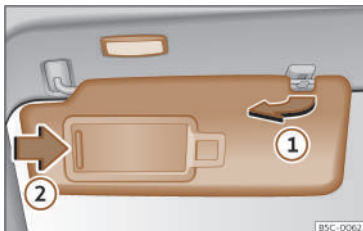

Fig. 95 Aletta parasole.
- L'aletta parasole può essere staccata dal supporto e orientata verso la porta >>> fig. 95 ①.